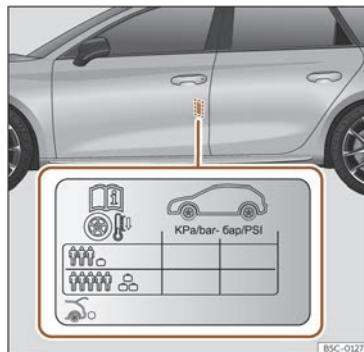

Fig. 231 Ubicació de l'adhesiu de la pressió d'inflament dels pneumàtics.
- Adapteu la pressió dels pneumàtics a la càrrega que porta el vehicle»» **fig. 231**.
Els valors de la pressió d'inflament s'indiquen a l'etiqueta adhesiva situada a la zona posterior del marc de la porta davantera esquerra »» fig. 231.
La pressió dels pneumàtics s'ha d'adaptar a la càrrega actual del vehicle. Si el vehicle anirà carregat al màxim, heu d'augmentar la pressió d'inflament al valor màxim de càrrega indicat a l'etiqueta adhesiva »» fig. 231.
bar de pressió segons s'indica a l'etiqueta de pressió dels pneumàtics »» fig. 231.
- El conductor és responsable que tots els pneumàtics del vehicle estiguin inflats a la pressió correcta. La pressió d'inflament recomanada s'indica en un adhesiu »» fig. 231.
- Amb els pneumàtics en fred, s'ha de mantenir sempre la pressió indicada a l'adhesiu »» fig. 231.